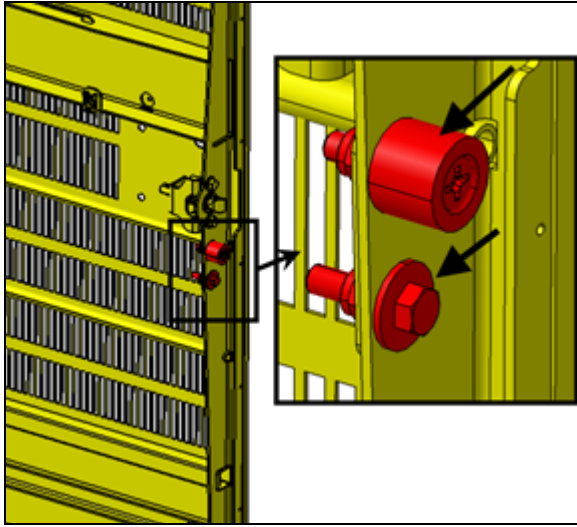

FIGURE 121:
9. Installer la plaque d'alignement/verrouillage C et la goupille d'alignement/verrouillage E. Centrer ces éléments dans leurs rainures de montage respectives. (Figure 121:). Les composants doivent être ajustés, mais pas trop serrés pour permettre l'ouverture facile de la porte.